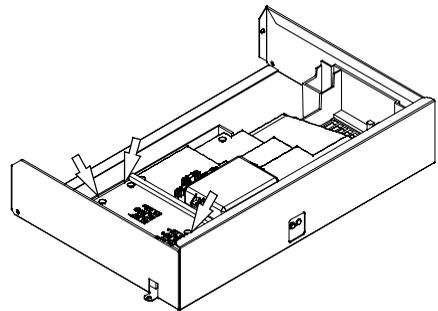

fig. 9.10
- 1 Svitare le viti e rimuovere il coperchio copri morsetteria fig. 9.10